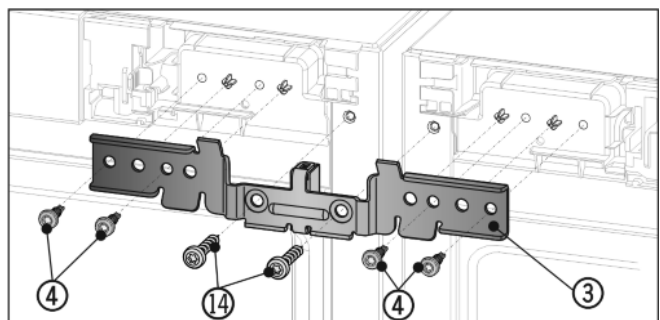

Fig. 7
- ▶ Wsunąć kątownik Fig. 7 (3) z elementem dystansowym między urządzenia i na czop. Przykręcić luźno kątownik przy użyciu czterech śrub Fig. 7 (4) oraz wykręconych wcześniej śrub uziemiających Fig. 7 (14) na zmianę po prawej i lewej stronie.